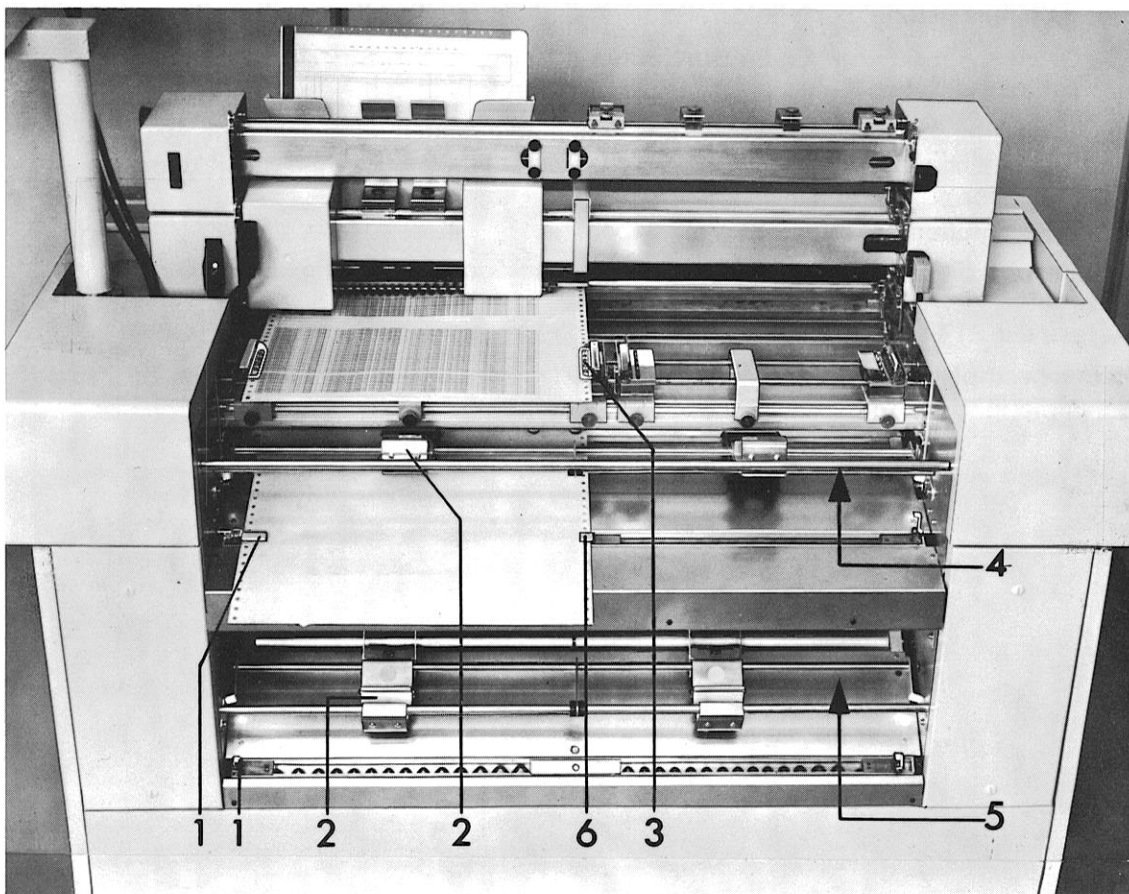

Abb. 11 Papierführung, Rückseite
Gegenüber dem Papierendekontakt ist die **Papierführung 6**, (Abb. 11) millimetergenau an das Endlosformular heranzuschieben, um ein seitliches Weglaufen des zugeführten Formulares zu verhindern.
- Papierspanneinrichtung (Abb. 11) öffnen, nach unten bis zur Rastung drücken.
- am Papierendekontakt (Abb. 11) den Abtasthebel hochstellen.
- Papierführung (Abb. 11) freistellen.
- zu den Traktoren Abb. 11 führen